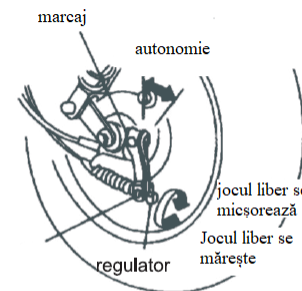

Figura 3-2
(1) Reglarea jocului dintre frânele din față și din spate este prezentată în Figura 3-2. Dacă frâna nu funcționează ușor, este necesară ajustarea piulițelor de pe regulator în direcția indicată de săgeata cu mențiunea „jocul liber se micșorează” din figură (în general, ajustarea trebuie să fie în intervalul de 1-3 rotații). Dacă roata oferă senzația că frânează (există frecare între tamburul de frână și sabotii de frână), înseamnă că cablul frânei este reglat prea strâns, iar reglarea piulițelor de pe regulator trebuie făcută în direcția indicată de săgeata cu mențiunea „jocul liber se mărește” (în general, în intervalul de 1-3 rotații).